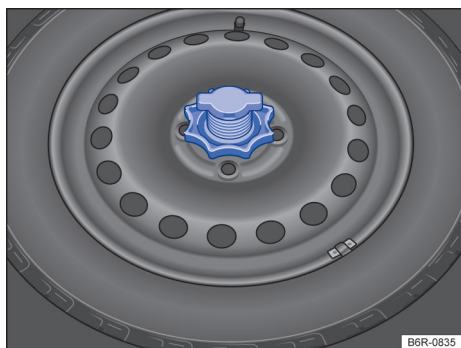

Fig. 140 No compartimento de bagagem: manípulo para fixação da roda de emergência.
- Girar totalmente o manípulo localizado no meio da roda de emergência → Fig. 140, no sentido anti-horário, e remover a roda de emergência.